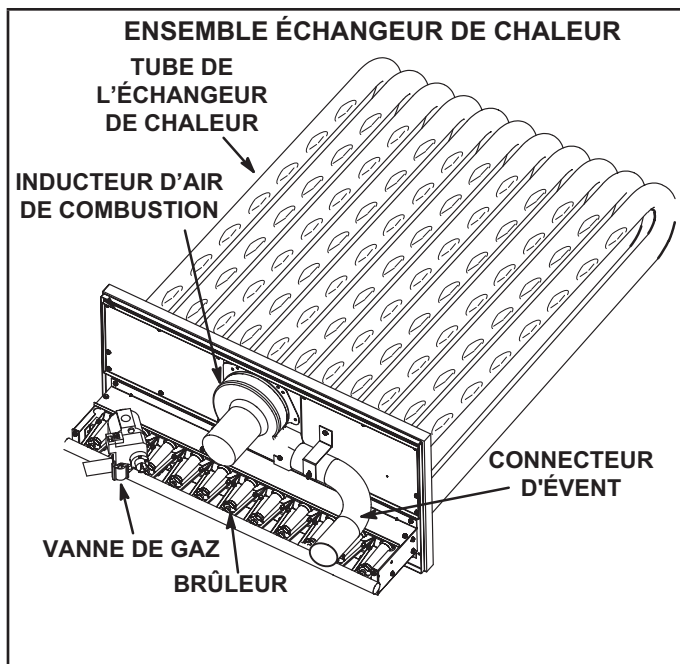

FIGURE 33
- 3 - Retirer et conserver les vis fixant l'inducteur d'air de combustion sur la boîte à feu. Retirer et conserver les deux vis de fixation de la patte supportant le connecteur d'évacuation. Voir FIGURE 33.